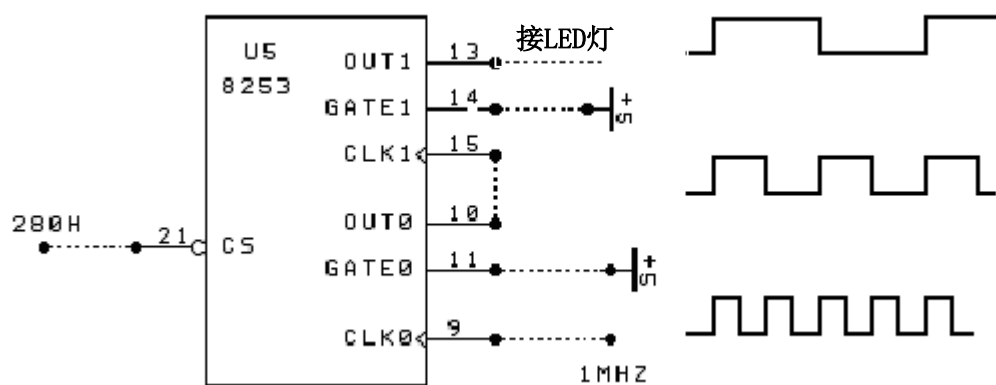

图3-2 方式3下定时计数器实验电路连接图
- 3、按图3-2连接电路，将计数器0、计数器1分别设置为方式3，计数初值设为1000，用LED灯观察OUT1输出电平的变化(频率1HZ)。